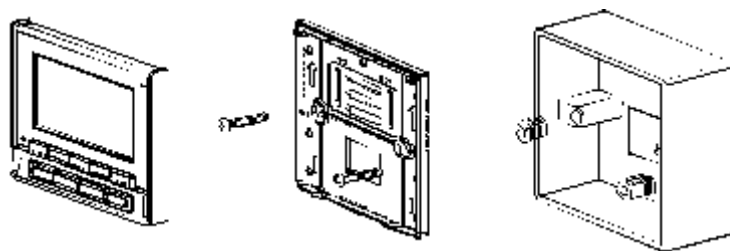

Fig 3-5
6. Fixez le couvercle inférieur à l'aide des deux vis plates. Vérifiez que le couvercle inférieur est bien parallèle au mur. Remplacez le couvercle de la commande (voir Fig.3-5).